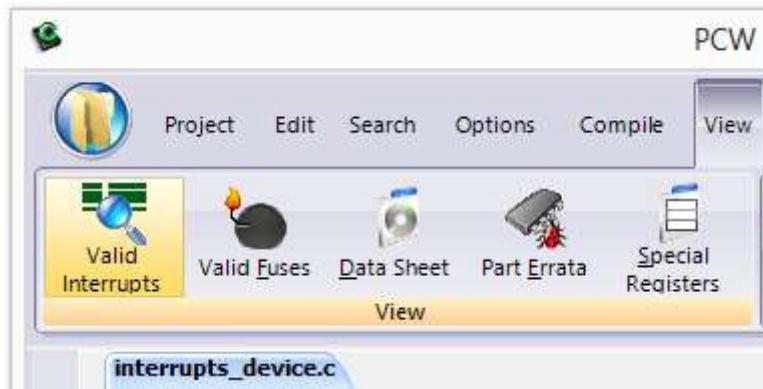

Рисунок 3.2.12 – Доступні переривання мікроконтролера **PIC18F252**
- натиснути кнопку у меню **View > Valid Interrupts** (рис. 3.2.12 – 3.2.13):